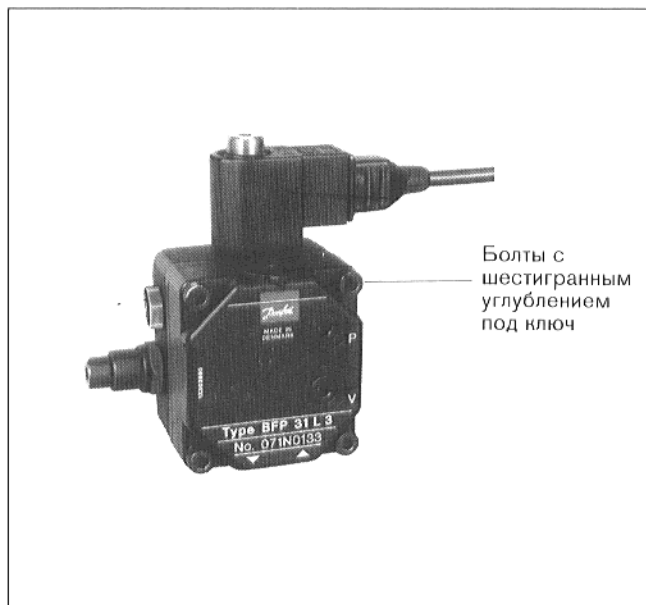

Рис. 10: Danfoss–насос BFP 31 L 3
- 3.2 Для очистки масляного фильтра ослабить четыре болта с шестигранным углублением под ключ (рис. 10 и 11).